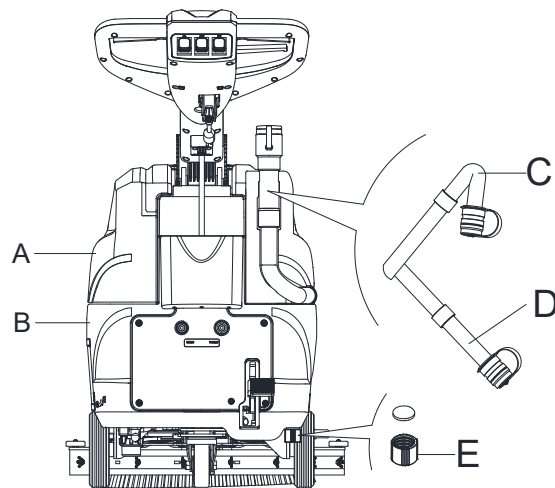

Figura 10
Al vaciar el agua residual, el tubo de aspiración de los residuos se debe doblar (C, Figura 10) y bajar a una posición más baja (D, Figura 10), a continuación, abra la tapa del tubo de aspiración de residuos para vaciar el agua. Evite que la boca del tubo de aspiración de residuos esté orientada hacia arriba para drenar el agua verticalmente. Esto es para prevenir que las aguas residuales salpiquen al operador.
8. Vacíe el depósito de solución detergente con la tapa de salida (E, Figura 10). Después del uso, enjuague el depósito con agua limpia.
2. Vacíe los depósitos (A y B, Figura 10) tal y como se indica en el párrafo anterior.